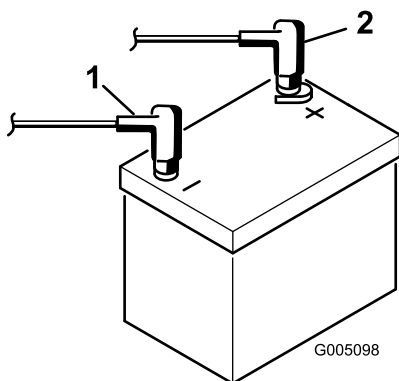

Figure 8
9. Raccordez le câble positif (rouge) de la batterie à la borne positive (+) et le câble négatif (noir) à la borne négative (–) et fixez-les en place avec les boulons et les écrous (Figure 8). Placez le capuchon en caoutchouc sur la borne positive pour éviter les courts-circuits.